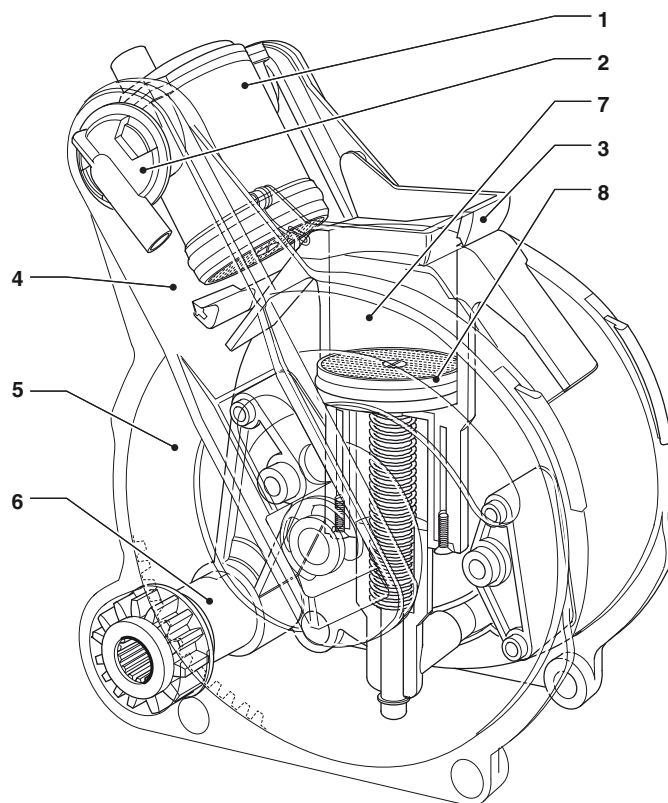

Fig. 22
Il motoriduttore innestato sul pignone (6) fa ruotare le manovelle (5) che causano la rotazione della camera di infusione (Fig. 22 punto 7) di 30°.
Il pistone superiore (1) si allinea con la camera di infusione (Fig. 22 -7) e scende all'interno della stessa. La posizione di arresto del pistone per l'infusione sarà in funzione del quantitativo di macinato presente nella camera.
Inoltre, ruotando completamente verso l'alto la levetta è possibile svincolare il dente dalla gola sul regolo di dose (vedi fig. 22)